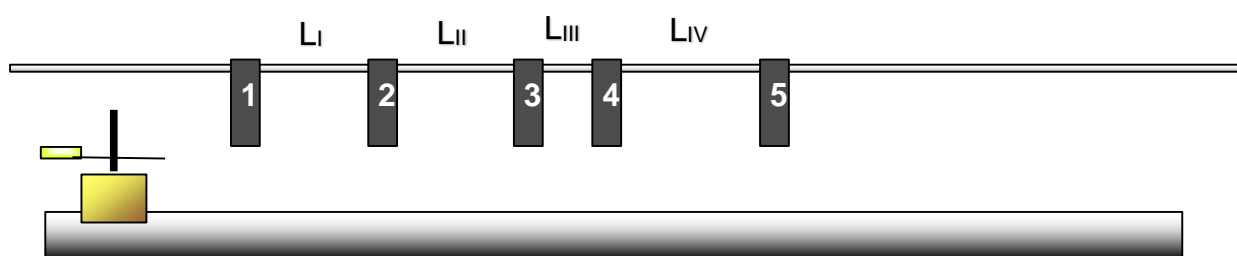

Figura 1. Diagrama esquemático do trilho de ar, do carrinho e dos suportes dos detectores de passagem.
2. Como mostrado na Figura 1, sobre o trilho de ar estão dispostos cinco módulos de detecção que registram o momento da passagem do carrinho e definem quatro intervalos espaciais bem definidos L_I , L_{II} , L_{III} e L_{IV} .